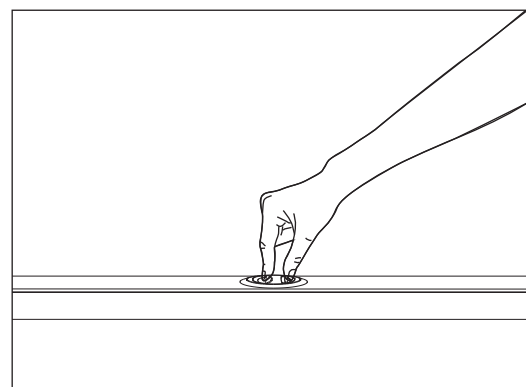
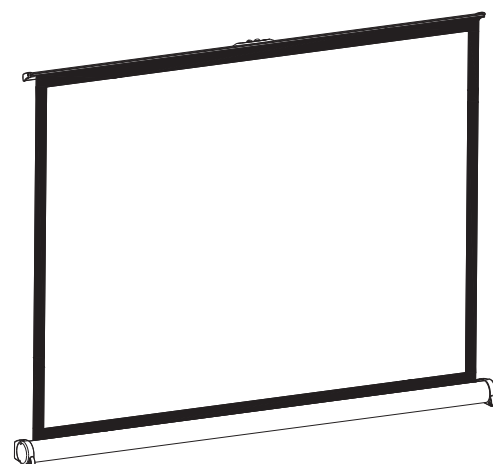

图 2-1
图 2-2
2. 按图 2-1 所示用食指和拇指提起提手盖，慢慢地将幕布展开至您需要的高度，既可使用（如图 2-2）。